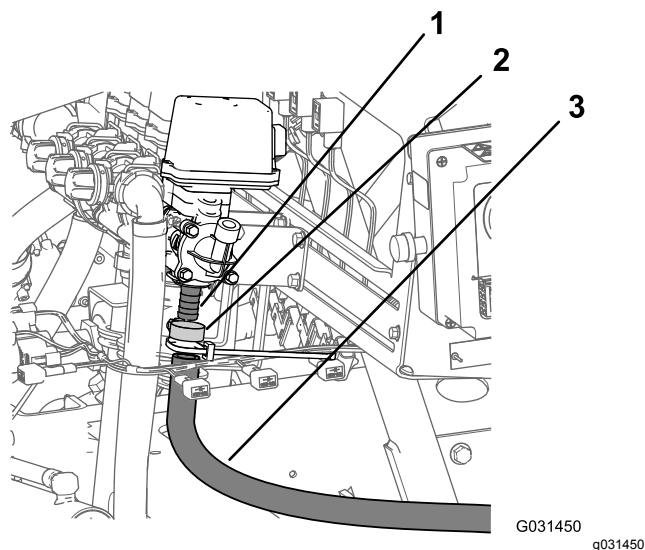

Figura 18
4. Rimuovete la fascetta stringitubo che fissa il flessibile di ingresso dell'avvolgitubo al raccordo dentellato della valvola di comando della pressione (Figura 18).
5. Rimuovete il flessibile di ingresso dalla valvola dell'avvolgitubo (Figura 18).